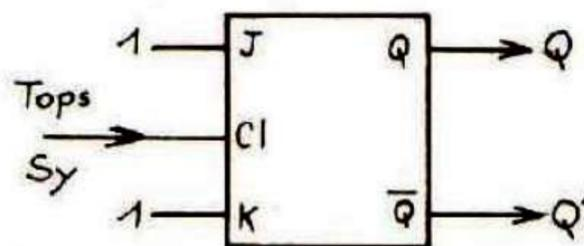

Fig. 5. - Un basculeur J.K. change d'état à chaque top d'horloge, assurant les balayages alternés.
2. Commande automatique (voir fig. 5)
Pour commander la bascule, c'est très simple (voir fig. 5). Il suffit de prélever le top de déclenchement et de s'en servir pour actionner la bascule. On sait que les basculeurs, du type JK par exemple, changent d'état à chaque impulsion d'horloge. C'est exactement ce qui convient. Le premier top active Q et donc la voie 1, le second active Q' et la voie 2, le troisième réactive Q et ainsi de suite.